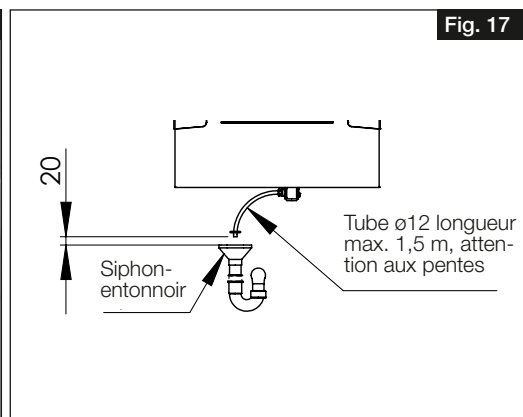

Fig. 17
- > Le tube des condensats doit s'arrêter 20 mm au-dessus de l'évacuation ouverte, c'est-à-dire avant le possible niveau d'eau (voir Fig. 17).
- > Le tube des condensats sortant du siphon à boule doit respecter une pente (vers un point bas et non pas vers un point haut) avant de déverser l'eau dans un siphon ouvert de type entonnoir. Il ne doit pas être relié via un système fermé (voir Fig. 17).
> Le tube des condensats doit s'arrêter 20 mm au-dessus de l'évacuation ouverte, c'est-à-dire avant le possible niveau d'eau (voir Fig. 17).